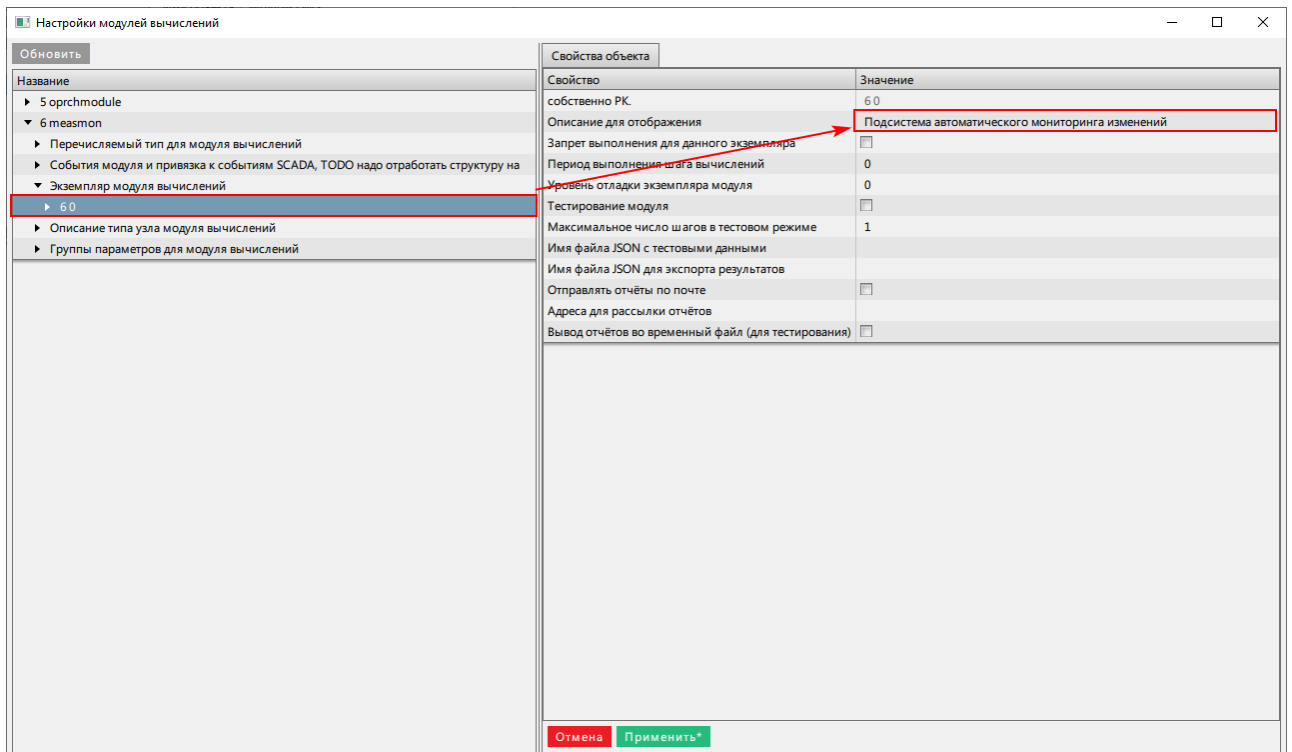

Рисунок 426 - Описание для отображения
5. Для нового экземпляра модуля вычислений в строке **Описание для отображения** назначьте название (Рисунок 426).